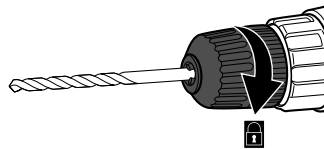

Fig. 3
3. Tenere il mandrino autoserrante (3) in posizione e girare il manicotto di chuck (2) in senso orario fino a quando la punta del trapano è fissato correttamente nelle ganasce del mandrino (1) (fig.3)